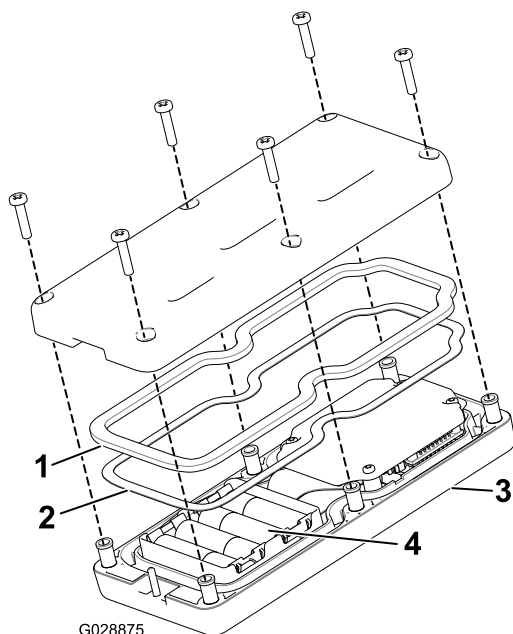

図 49
3. リモートの裏側にあるねじ6本を外してカバーを取る (図 49)。
- 電池を入れる 電池の向きに注意すること。電池を入れる箇所にはプラス・マイナスの表示がある 図 49。
- ゴム製シールとスチール製のガスケットを外してしまった場合は、これらを注意深く溝にセットする (図 49)。
- カバーを元通りに取り付け、先に取り外したねじ6本を使って固定し 図 49、各ねじを 1.5-1.7 N・m 0.15-0.17 kg・m = 13-15 in-lb にトルク締めする。